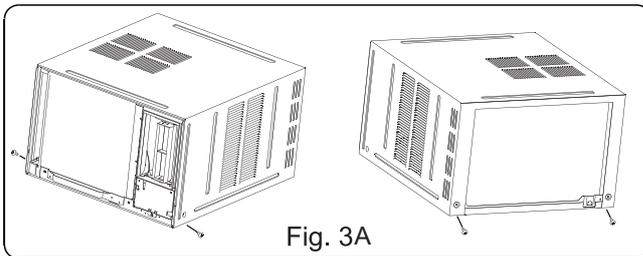

Fig. 3A
- Saque los cuatro tornillos a ambos lados y la parte trasera de la unidad como se muestra en la Fig. 3A.
2. Fijar los tornillos en el marco (vea las Fig. 3A, 3B, 3C, 3D).